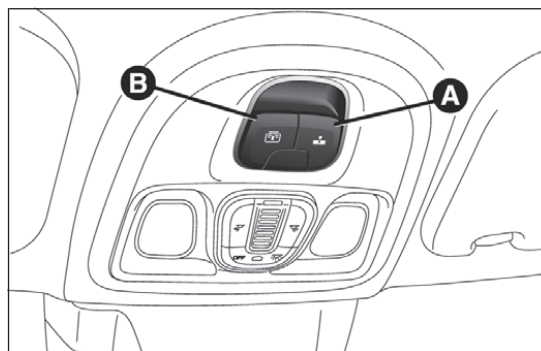

Abb. 71
Drücken Sie die Taste A Abb. 71: Die vordere Glasscheibe fährt in die "Spoiler"-Position.
Die Taste B Abb. 71 drücken: Der Sonnenrollo bewegt sich zur Rückseite des Fahrzeug bis in die komplett geöffnete Stellung.
- Die Taste A Abb. 71 in Schließstellung drücken;